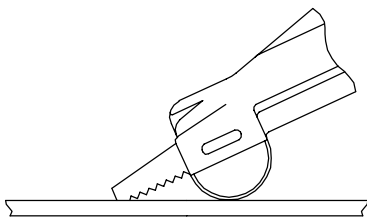

Bild 2
2. Höj sågens handtag, så att klingans spets kommer i kontakt med materialet. Se bild 2.